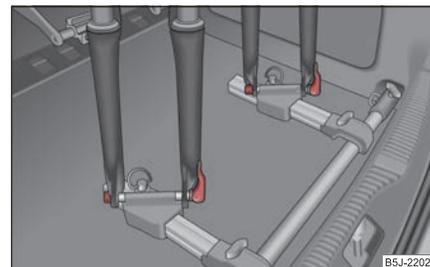

Fig. 91 Poner una bicicleta
- Poner la horquilla de bicicleta sobre el eje de fijación y fijarlo mediante la sujeción rápida ⇒ fig. 91.